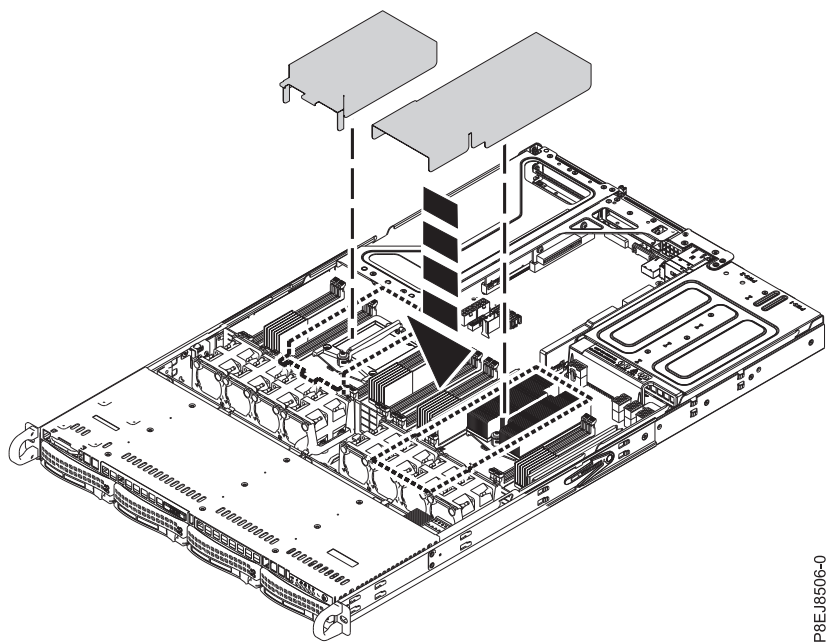

図 17. システム・プロセッサ・エア・バッフルの取り付け
5. システム・プロセッサ・エア・バッフルを取り付けます (図 17 を参照)。システム・プロセッサ・エア・バッフルの端をファン・サポートに挿入します。次に、システム・プロセッサ・エア・バッフルを慎重に押し下げて所定の位置に押し込みます。